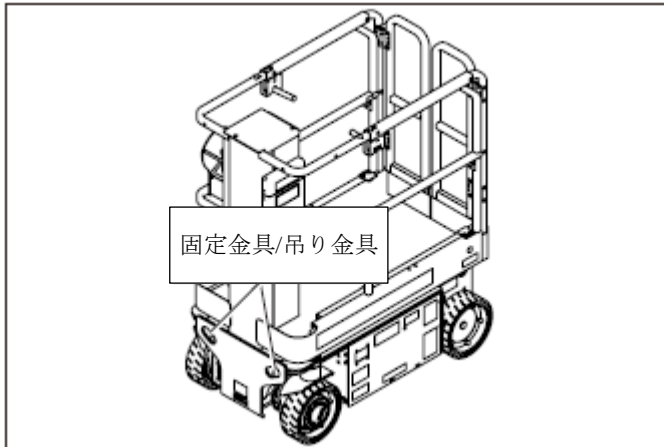
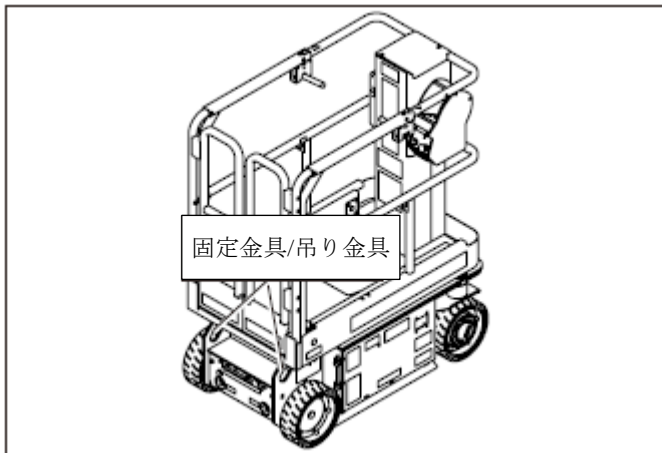

図9 - 前部の固定金具/吊り金具
図10 - 後部の固定金具/吊り金具
- シャーシ前部の固定金具（図9を参照）にウィンチを取り付けます。
2. 後ろ側の吊り金具（図10を参照）および前側の吊り金具（図9を参照）を点検し、クラック等がなく、良好な状態にあることを確認します。吊り金具は、シャーシ後ろ側に2つ、前側に2つあります。何らかの損傷がある場合は、有資格サービス技術者による修理が済むまで、本機をホイストで吊り上げないでください。